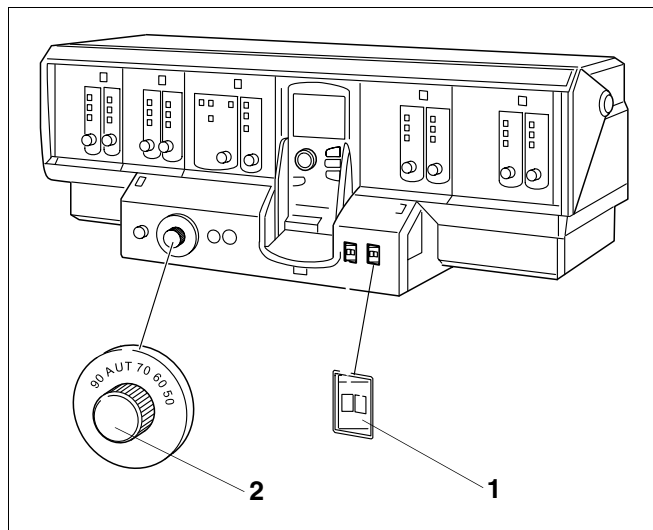

Fig. 1 Appareil de régulation (ex : Logamatic 4311)
- Mettre l'interrupteur de marche (fig.1, **pos.1**) en position " I " (MARCHE).
- Ramener le régulateur de température (fig.1, **pos.2**) sur AUT, c'est-à-dire 80°C. Dans le cas d'un tableau de commande à température constante, régler à la température souhaitée à savoir, mini 60°C pour combustion au gaz et mini 50°C pour combustion au fuel.
- Mettre l'interrupteur de marche (fig.1, **pos.1**) en position " 0 " (ARRET)